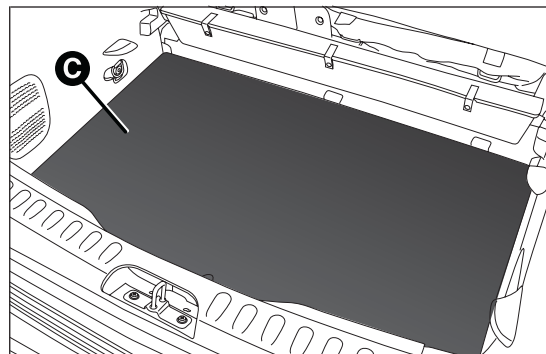

fig. 91
- ☐ introdurre gli oggetti desiderati all'interno del vano C fig. 91;